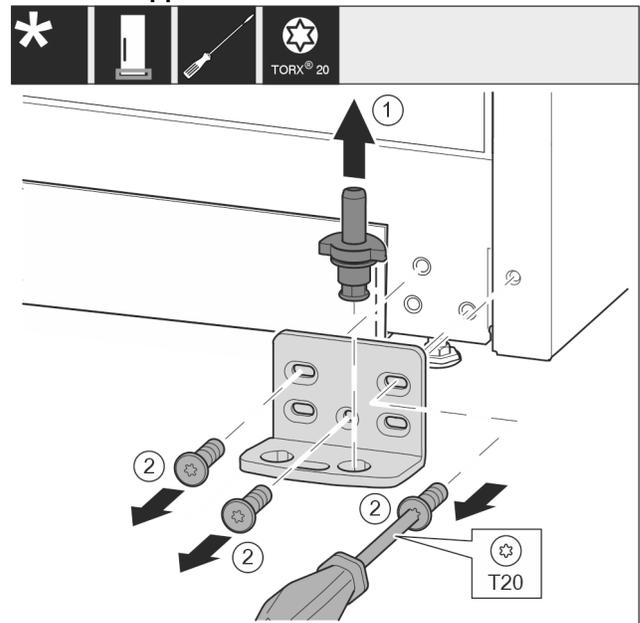

Fig. 11
- ▶ Sortir complètement l'axe de palier par le haut. Fig. 11 (1)
- ▶ Desserrer les vis avec le tournevis T20 et enlever le support de palier. Fig. 11 (2)